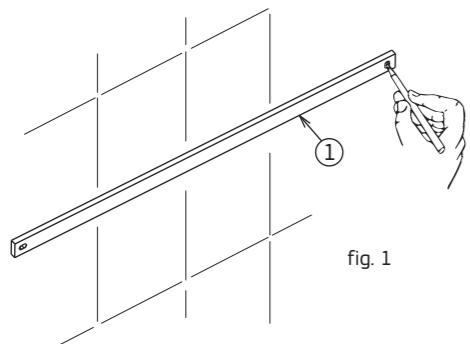

fig. 1
Para a instalação utilize a barra (1) do porta-toalha duplo para marcar a furação (fig. 1).